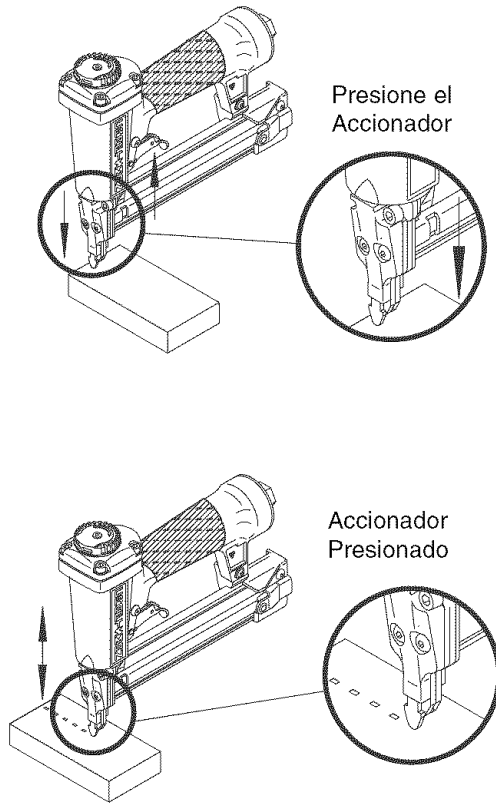

Figura 3 - Operación del Disparador de Contacto
- La herramienta de aire está equipada con un mecanismo de seguridad para el disparador de contacto (vea la Figura 3, página 10) que incapacita la herramienta a menos que el disparador de contacto se empuje contra el trabajo. Sujete el cuerpo firmemente y apriete el disparador de contacto sobre la pieza de trabajo, donde se va a aplicar el sujetador. Apriete el gatillo para clavar el sujetador en la pieza de trabajo.